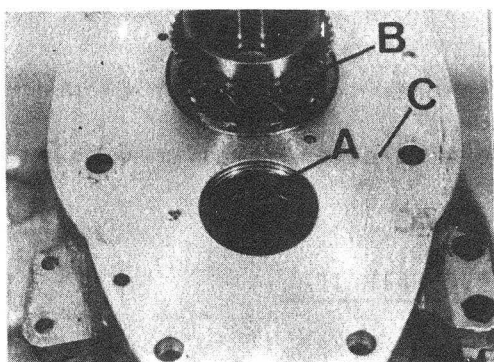

Fig. C1-116 Cáster de embrague
1.4. Desmontar la pista exterior, A (Fig. C1-116) del rodamiento delantero del eje intermedio.